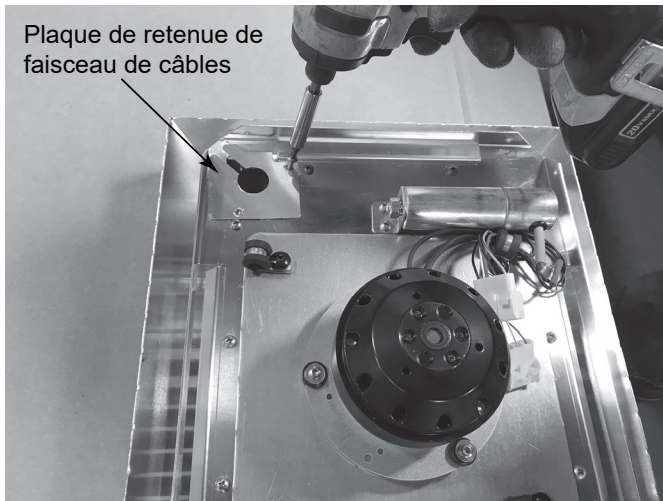

Figure 7.18
- Retirez la plaque de fixation du faisceau de câbles de l'ensemble moteur (2 vis). Voir la figure 7.18